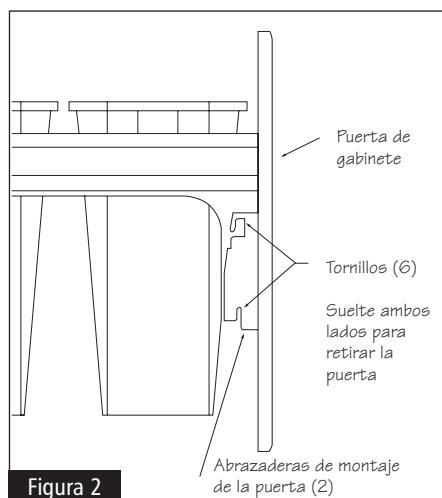

Figura 2
Para soltar la carcasa con montaje superior de la puerta del gabinete, suelte los seis (6) tornillos que fijan las abrazaderas a la puerta, como se muestra en la Figura 2.